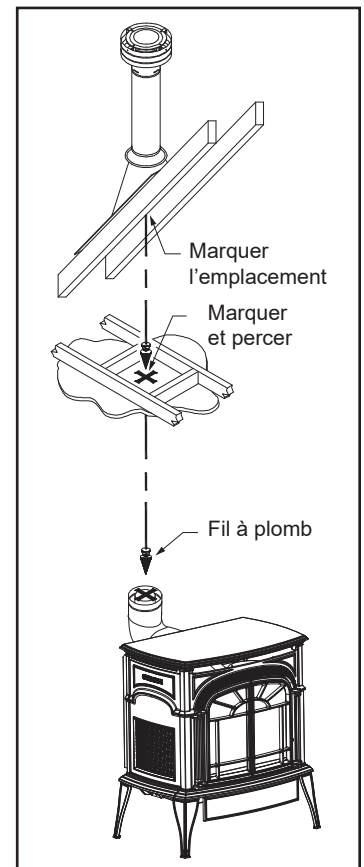

Figure 3.32
**Étape 2** – Placez le poêle à gaz à l'emplacement souhaité. Utilisez un fil à plomb entre le plafond et la sortie du conduit de cheminée du poêle et marquez l'emplacement où le conduit va traverser le plafond. Percez un petit trou à cet endroit. Puis, placez un fil à plomb entre le toit et l'ouverture percée dans le plafond, et marquez l'endroit où le conduit de cheminée traverse le toit (figure 3.32). Vérifiez qu'aucune solive, ni chevron ou autre structure ou matériau du plafond n'empêche le passage du conduit de cheminée. Si nécessaire, déplacez l'appareil pour éviter de découper des éléments supportant la structure.